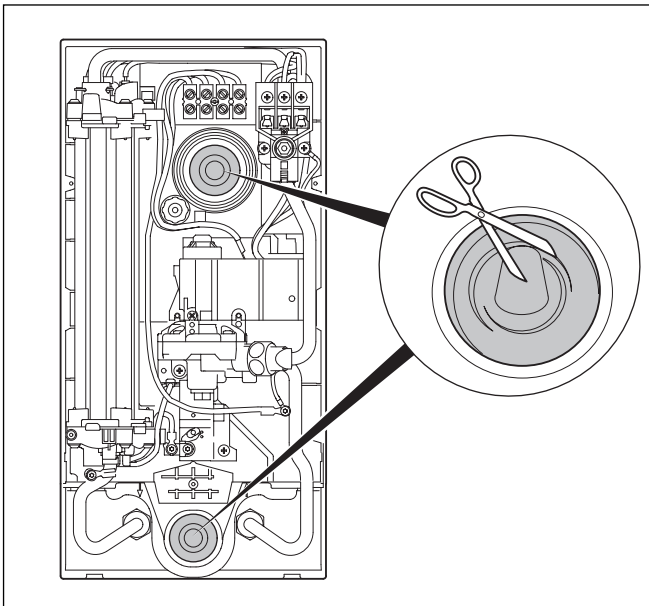

Abb. 4.7 Spritzwassertülle für Kabelführung zuschneiden
- Abhängig von der Lage des Netzanschlusskabels, das aus der Wand ragt, kappen Sie die Spritzwassertülle oben oder unten (siehe Abb. 4.7).
- Das Gerät ist im Lieferzustand vorkonfektioniert. Bei der Elektroinstallation muss lediglich die elektrische Zuleitung in das Gerät gebracht und angeschlossen werden. Dies geschieht durch eine der beiden Spritzwassertüllen, die im Gerät das Eindringen von Wasser verhindern; siehe Abbildung 4.7, Spritzwassertülle für Kabelführung zuschneiden. Der Anschluss selbst ist werkseitig im oberen Teil des Gerätes fixiert. Bei Bedarf kann er in den unteren Teil verlegt werden, wobei die elektrische Zuleitung durch die untere Spritzwassertülle geführt werden muss.
Die elektrische Zuleitung ist durch die obere Spritzwassertülle (**2**) geführt. Wie die Spritzwassertülle vorbereitet werden muss, ist in Abbildung 4.7 dargestellt.
Die elektrische Zuleitung ist durch die untere Spritzwassertülle (5) geführt. Wie die Spritzwassertülle vorbereitet werden muss, ist in Abbildung 4.7 dargestellt.